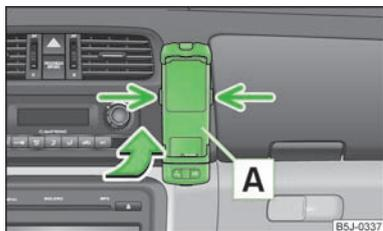

Fig. 87
- Prima inserire l'adattatore [A] nella direzione indicata dalla freccia » fig. 87 sino alla battuta nel supporto. Spingere leggermente verso il basso l'adattatore, sino a quando si innesterà in maniera sicura.
- Premere contemporaneamente i bloccaggi del supporto ed estrarre l'adattatore con il telefono » fig. 87.